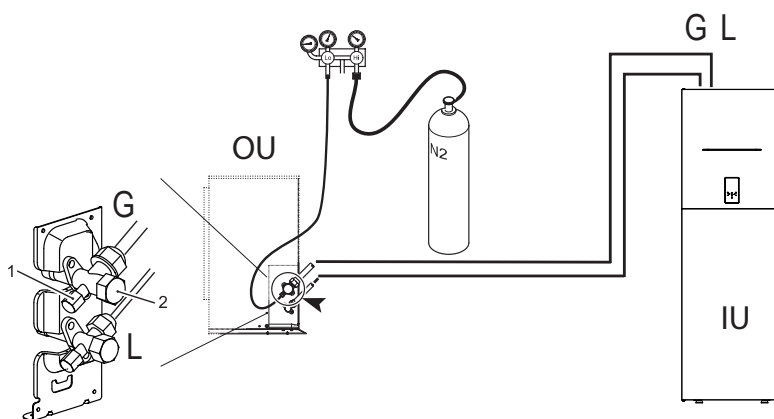

fig. 13 - Luchtdichtheidstest en lekdetectie
- Met de kranen van de buitenunit helemaal dicht, verwijdt u de dop van de servicekraan (onderdeel 1 - fig. 13) en de fitting (onderdeel 2 - fig. 13) van de gaskraan (de grootste)